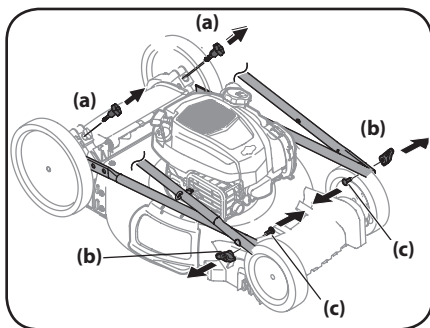

Figura 2-1
2. Retire los pernos T (a) de la ménsula de la manija como se muestra en la Figura 2-1.
3. Retire las perillas de aleta (b) y los pernos de carro (c) de la manija como se muestra en la Figura 2-1. No afloje o quite los tornillos de cabeza hexagonal adyacentes.